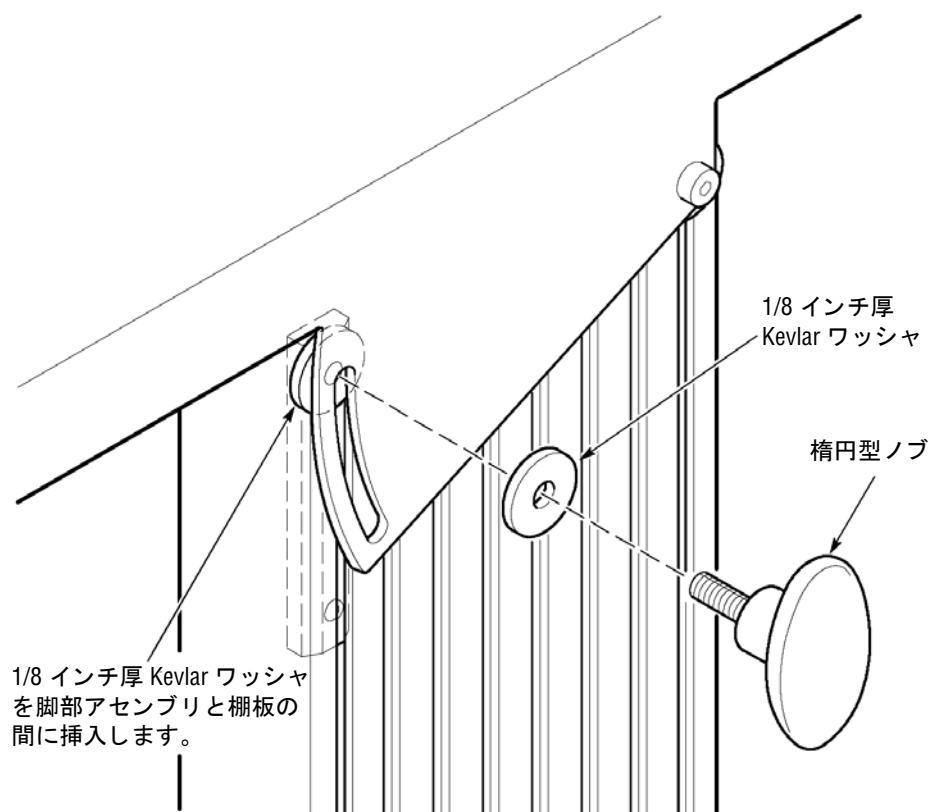

図 14: チルト式天板のノブの取り付け
6. Kevlar ワシヤと楕円型ノブを図 14 のように取り付けます。楕円型ノブに Kevlar ワシヤを 1 個通し、天板の傾斜用溝を通して、さらに天板と脚部アセンブリ間にもう 1 個の Kevlar ワシヤを使って、レールの上の穴に取り付けます。詳細は図 14 を参照してください。